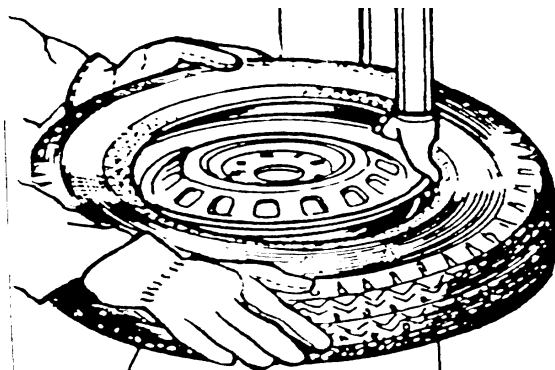

рис.7
- 5) Установите шину так, чтобы её закраина прошла ниже носика головки и выше края (хвоста) ее задней части (рис.7). Противоположную сторону закраины вдавите в углубление обода.